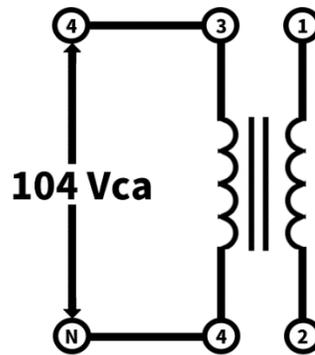

Figura 2-5
3. a) Estudie el circuito que aparece en la Figura 2-5. Observe que el devanado 3 a 4 está conectado a una fuente de alimentación de 104Vca. **¡No conecte el circuito todavía! AUTOTRANSFORMADOR**
- d) Conecte el circuito ilustrado en la Figura 2-5 y conecte los devanados en serie, uniendo las terminales 1 y 3.